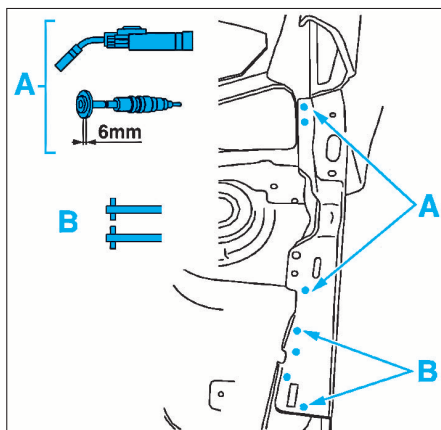

FIG. 38
- Après ajustage, procéder au soudage (Fig.38 à 41) au MIG ou avec une poutreuse électrique puis meuler.